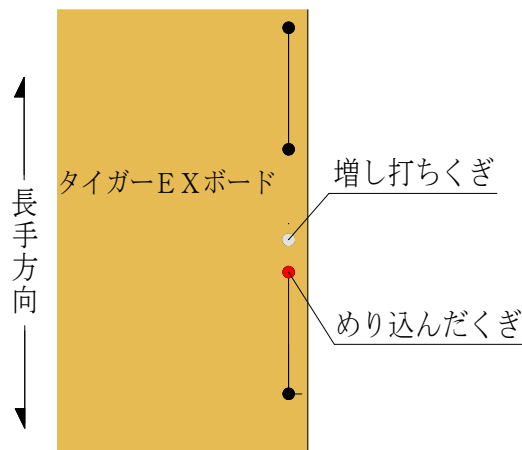
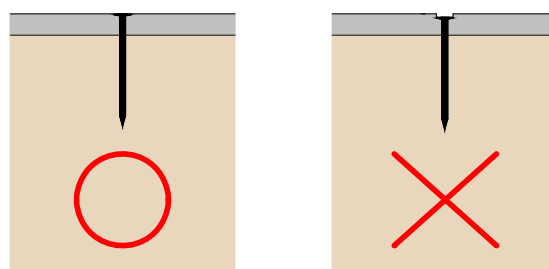

図2 増し打ち概略
図3 くぎめり込み概略
- ・くぎ留め間隔が外周部で75mm以下、中通り150mm以下になっていない場合やくぎがめり込んだ場合、外周部75mm以下、中通り150mm以下になるようにくぎを増し打ちしてください（図2、図3参照）。